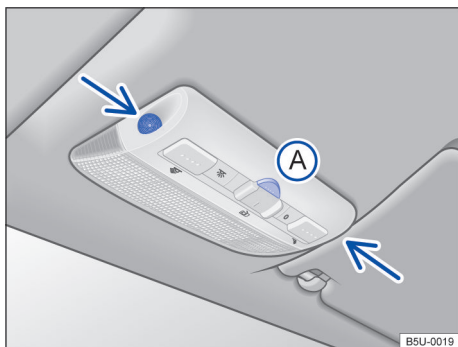

Fig. 49 No console do teto: sensores de monitoramento do interior do veículo e tecla (A) para desligar o monitoramento do interior do veículo.
O monitoramento do interior do veículo dispara o alarme com o veículo travado, se reconhecer movimentos no interior do veículo. O sensor e o receptor estão localizados no conjunto da lanterna de leitura → Fig. 49 (setas). ▶
- Pressionar a tecla → Fig. 49 (A). No painel de instrumentos, a luz de controle  se acende.